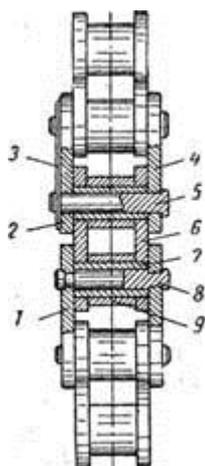

Рис. 45. Разрез цепи задней передачи:
**Цепь.** Передача крутящего момента от двигателя на ведущее колесо мотоцикла осуществляется разъемной однорядной втулочно-роликовой цепью (рис. 45), соединяющей ведущую звездочку вторичного вала коробки передач с ведомой звездочкой заднего колеса.